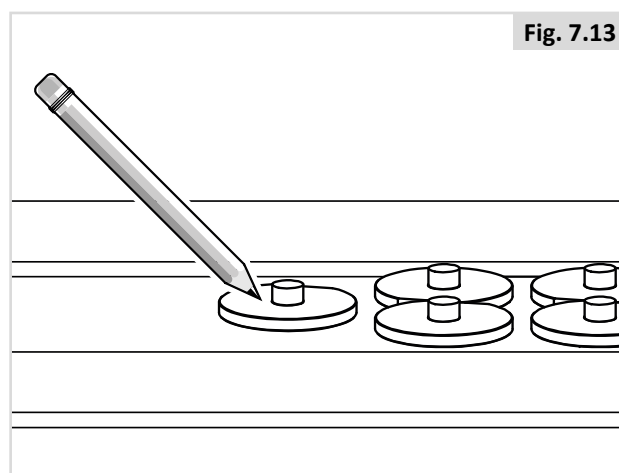

Fig. 7.13
4. Marker, hvor skruerne skal afskæres. (Fig. 7.13).